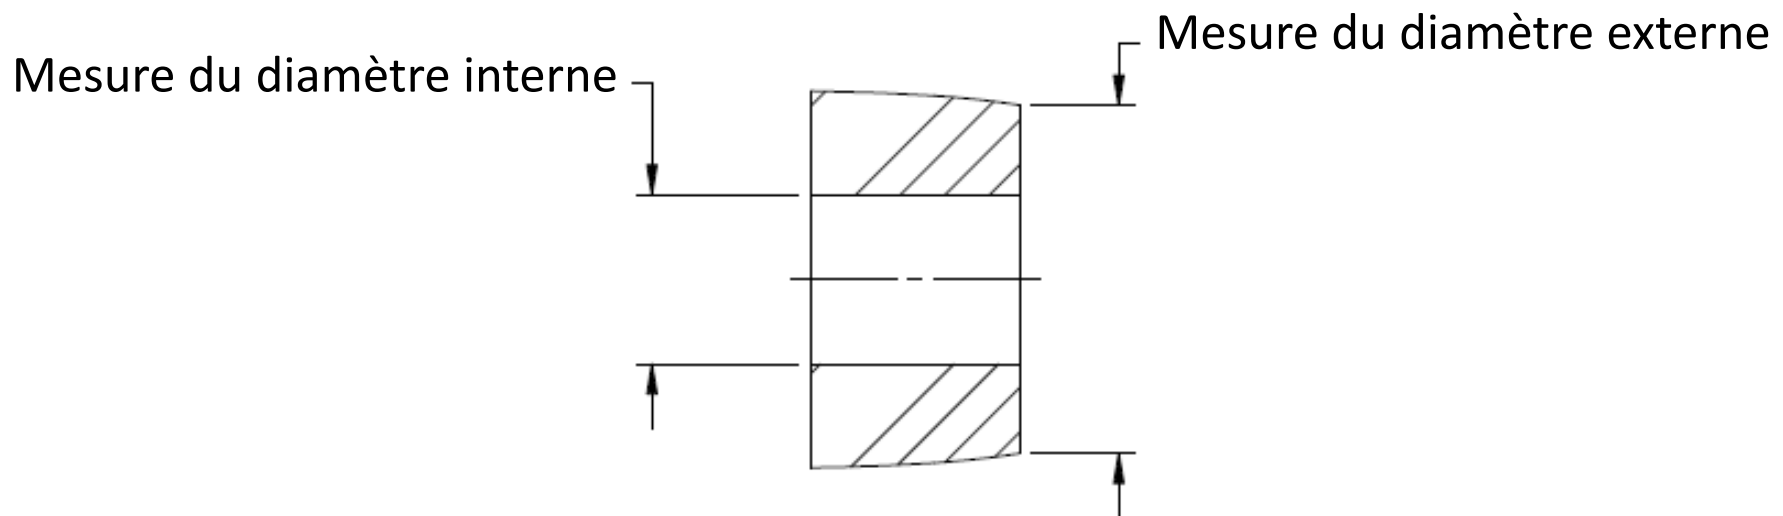

Figure 28
- Le diamètre externe doit être supérieur à 16.5 mm (voir figure 28)
- Le diamètre interne doit être plus petit que 9 mm (voir figure 28)